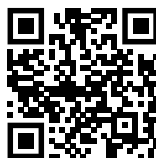

Fig. 48
- ▶ Aprire la **Liebherr SmartMonitoring Dashboard**. (vedere Fig. 48)